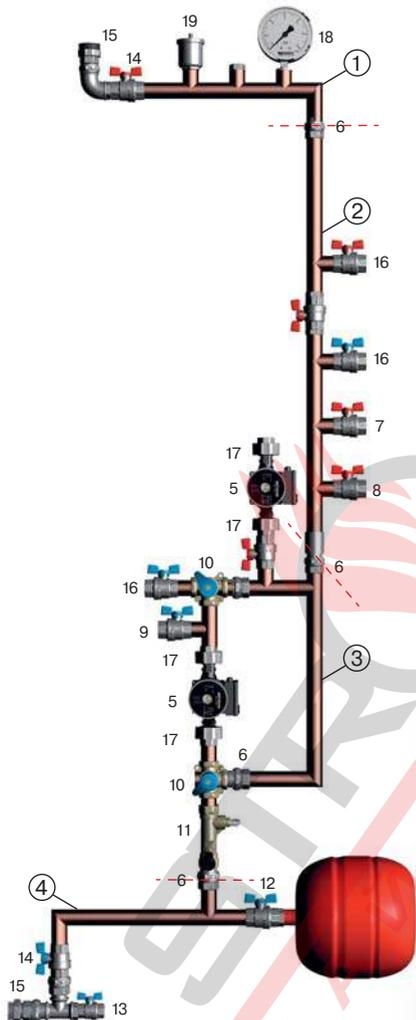

рис. 13
13.7. ОПИСАНИЕ УЗЛА С ПОДКЛЮЧЕНИЕМ БОЙЛЕРА И ТЕПЛЫХ ПОЛОВ (рис. 13, схема 2)